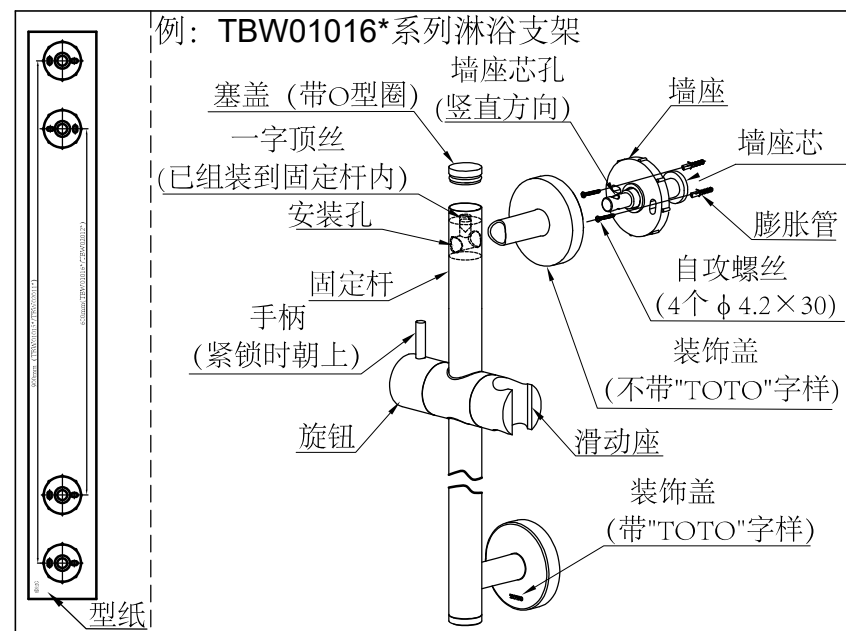

图1：淋浴支架的安装
1.如图1，将滑动式淋浴支架试组装起来，安装好固定杆、滑动座、墙座芯、墙座、装饰盖。(具体的组装过程可参照步骤3)